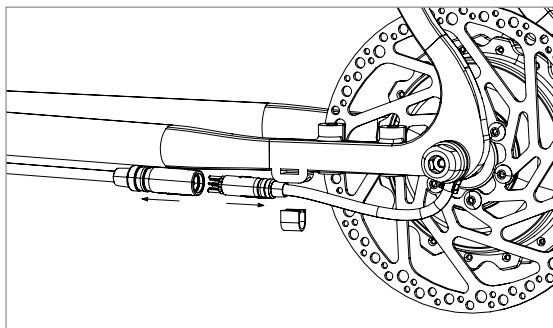

Figure 7
- Débranchez le câble du moteur du câble de la batterie (figure 7).